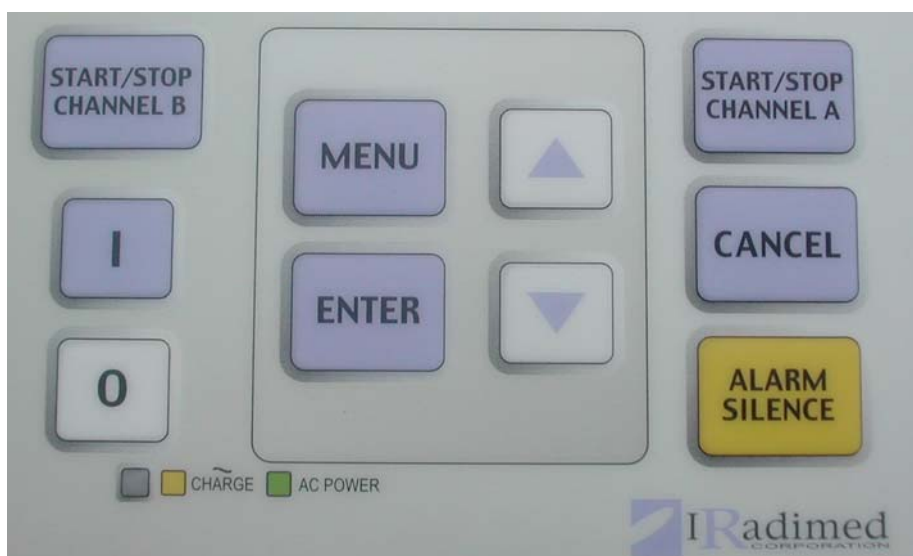

Figura 1-5. Tasti di controllo
1.2.1 Tastiera principale. Si veda la **Figura 1-5** per l'identificazione dei tasti e delle funzioni.